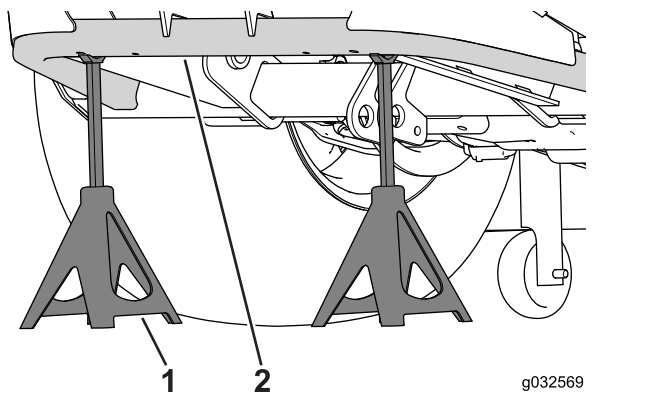

Figura 76
2. Utilize um apoio para levantar as rodas traseiras do solo e sustente a estrutura com macacos (Figura 76).